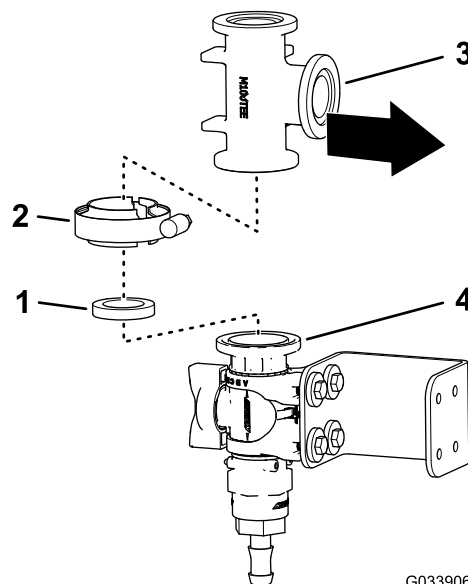
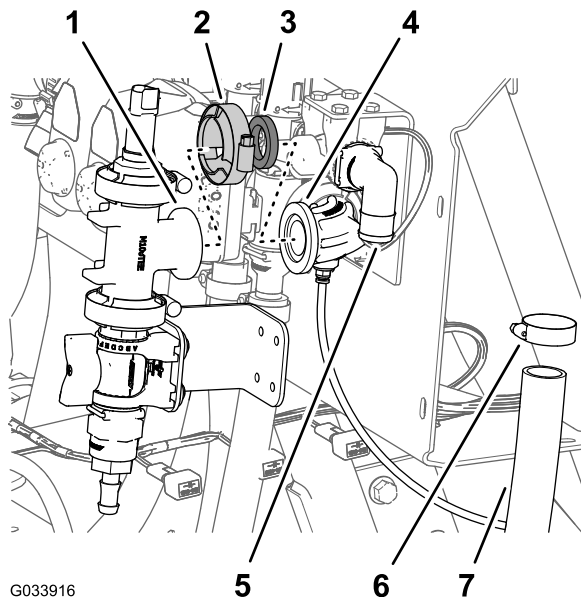
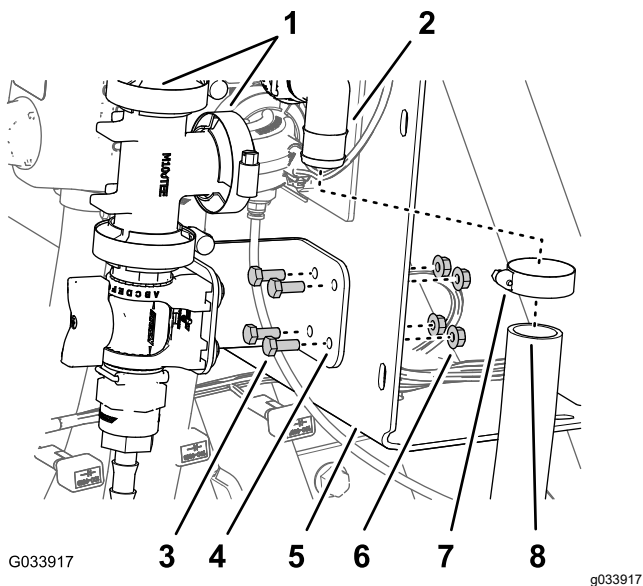

Figura 13
Figura 15
Figura 18
4. Alinee la brida del acoplamiento en T con la brida de la válvula de control, según se muestra en **Figura 13**.
5. Sujete provisionalmente el acoplamiento en T a la válvula de control con una junta y una brida de fijación (**Figura 13**).
1. Alinee la brida del acoplamiento de T con la brida del acoplamiento de 90° Figura 15 con conector para el tubo del sensor ().
2. Ensamble provisionalmente el acoplamiento en T y el acoplamiento de 90° con una junta y una brida de fijación (Figura 15)
4. Retire la abrazadera, la junta y el acoplamiento en T con brida, del codo de 90° Figura 15 con conector para el tubo del sensor ().
1. Alinee la brida del acoplamiento en T con la brida del acoplamiento de 90° con un conector para el tubo del sensor (Figura 18).
- Conecte sin apretar el acoplamiento en T y el acoplamiento de 90° con una junta y una abrazadera con bridas (Figura 18).
- Apriete a mano la abrazadera para bridas que fija la válvula de control y el acoplamiento en T (Figura 13) y la abrazadera para bridas que fija el acoplamiento en T al acoplamiento de 90° con un conector para el tubo del sensor (Figura 15 y Figura 18).